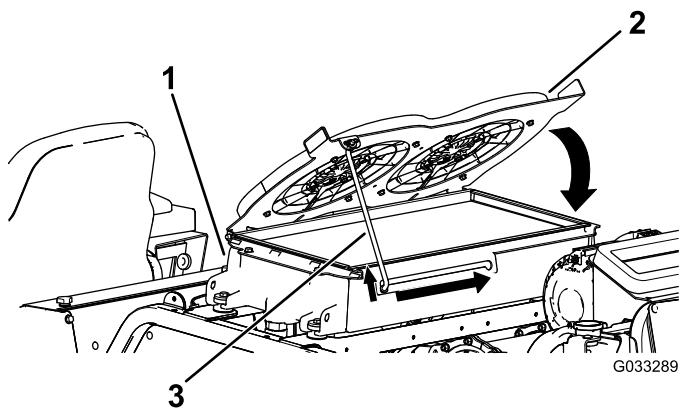

Bild 89
4. Drehen Sie die Hydraulikkühlventilatoren nach unten und arretieren Sie die Stützstange in der Kerbe (Bild 89).